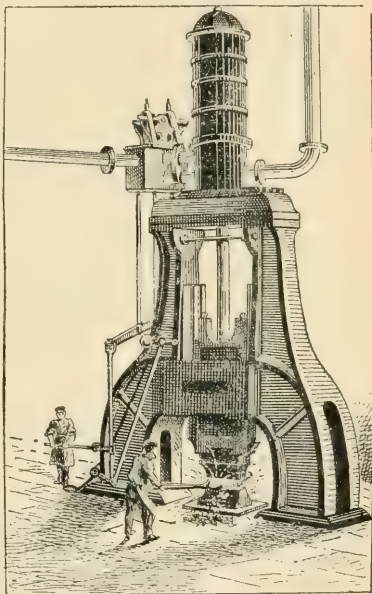

FIG. 58. — Marteau pilon.
56. — Ce marteau (fig. 58), qui pèse 80 000 kilos, est mis en mouvement par une machine à vapeur. Il monte et descend entre deux jambages en fonte.